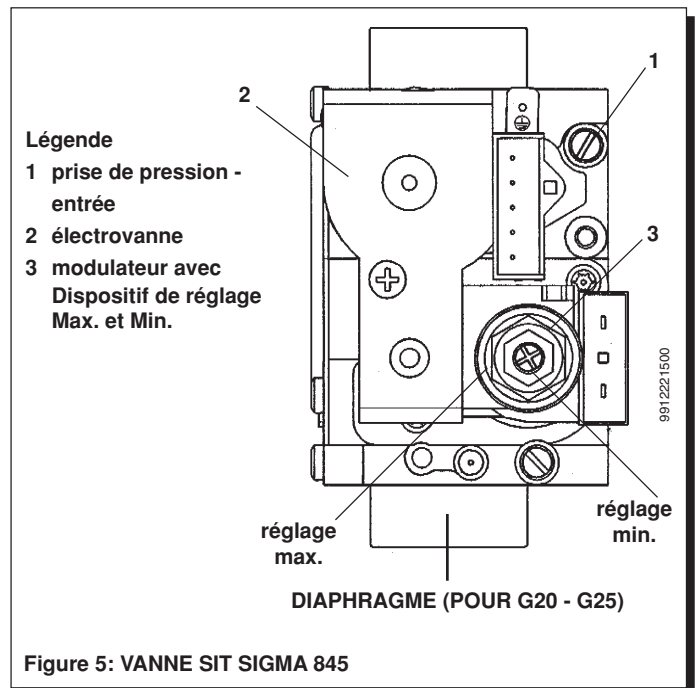

Figure 5: VANNE SIT SIGMA 845
- Brancher deux manomètres si possible à eau aux prises de pression (Réf. 1 Figure 5) de la vanne du gaz et de la rampe brûleurs, après avoir dévissé les vis correspondantes.
- Vérifier que la pression dynamique d'alimentation de la chaudière, mesurée à la prise de pression (Réf. 1 Figure 5) de la vanne de gaz soit correcte (37 mbar pour le gaz propane, 20 mbar pour le gaz naturel G20 ou 25 mbar pour le gaz naturel G25).